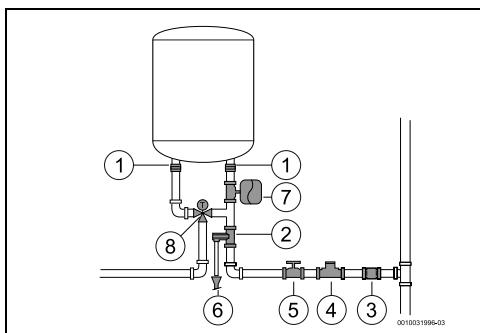

fig. 11
- të instaloni një valvulë reduktimi presioni (Fig. 11, [4]). Valvula e çlirimit të presionit do të aktivizohet sa herë që presioni në pajisje është mbi 8 bar ( $\pm 1$  bar), për të cilën arsy është e nevojshme të planifikohet një mënyrë për shkarkimin e këtij uji.
- instaloni një enë zgjerimi (Fig. 11, [7]) për të ndaluar hapjen e shpeshtë të valvulës së çlirimit të presionit. Volumi i zgjerimit të enës duhet të jetë i barasvlershëm më 5% të volumit të pajisjes.